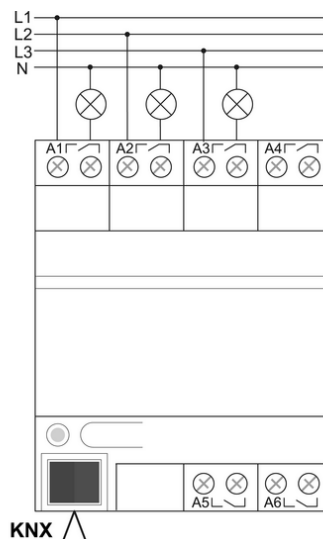

Bild 2: Anschlussbeispiel Schaltaktor
- Gerät gemäß Anschlussbeispiel anschließen (Bild 2).